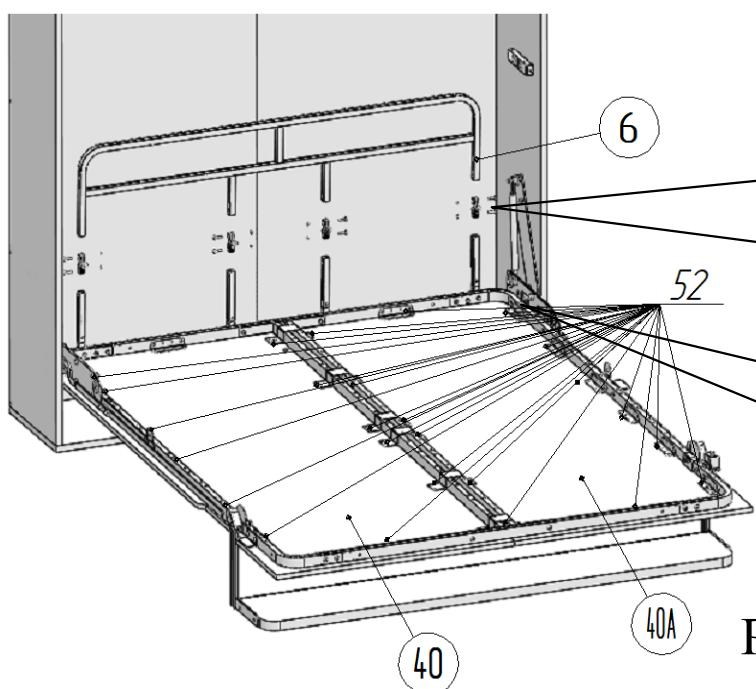
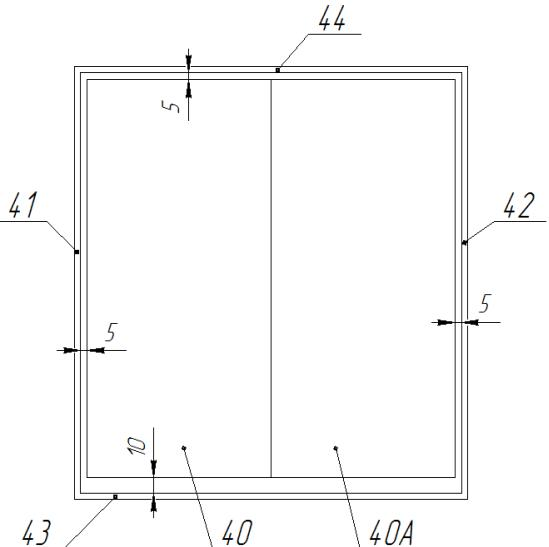

Рис.9.1
Рис.9.4
13. Установить шарниры поз. 11 в бортик поз.6 и стойки бортика поз.9 (рис.9.1 и 9.2). Закрепить, используя Винт M6x25 поз.16, гайку M6 со стопорным кольцом поз.23. Присоединить стойки бортика поз.9 к стойкам со вкладышем поз.9A в соответствии с рисунком 9.2, используя Винт M6x25 поз.16, гайку M6 со стопорным кольцом поз.23.
Привести кровать в вертикальное положение. Последующей регулировкой щитов обеспечить зазоры между стенками короба поз.41,42, верхней панелью поз.44 и щитами декоративными поз.40 и 40A — 5 мм (рис.9.4 и 29), между панелью нижней поз.43 и щитами декоративными поз.40 и 40A— 10 мм (рис.9.4 и 29). Регулировку щитов произвести следующим образом: привести кровать в горизонтальное положение, ослабить винты M6x13 поз. 38 (рис.9.3). Сместить декоративные щиты в необходимом направлении. Затянуть винты M6x13 поз. 38. При необходимости повторить операцию выравнивания. Окончательно закрепить декоративные щиты на раме, используя саморезы Ø4x16 поз.52 (рис.9.1).